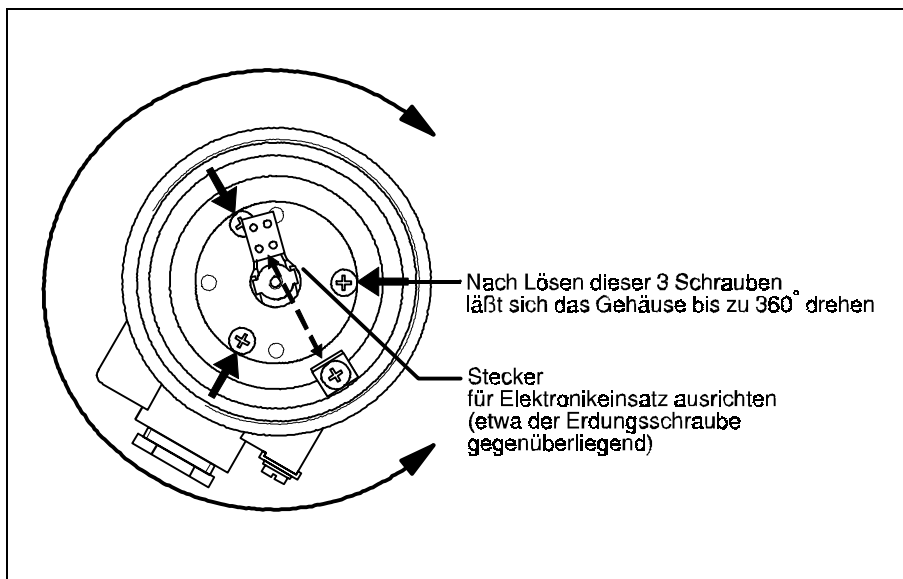

Fig. 9
- 3 Schrauben im Gehäuse etwas lösen, siehe Fig. 9.